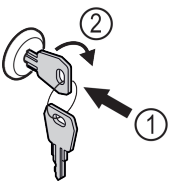

Fig. 129
- ▶ Schlüssel hineindrücken Fig. 129 (1).
- ▶ Schlüssel um 90° im Uhrzeigersinn drehen Fig. 129 (2).